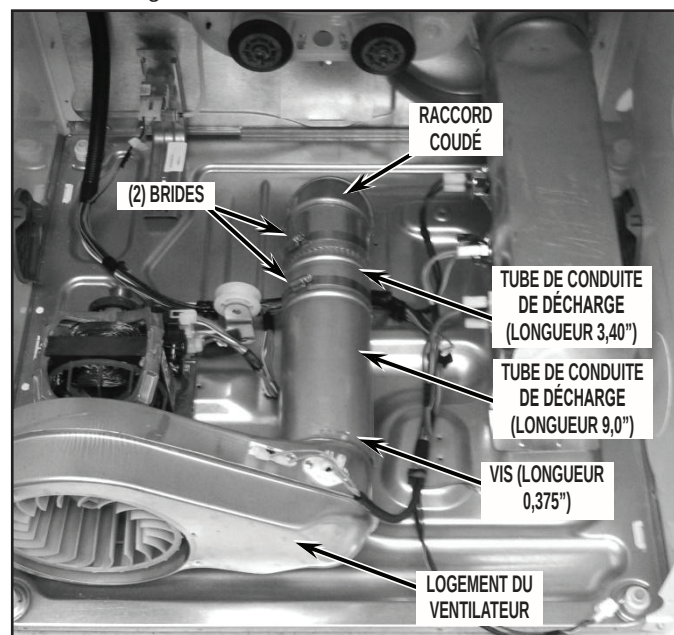

FIGURE 18
7. Raccorder le conduit de décharge de 229 mm (9,0") au logement du ventilateur avec la vis de longueur 3/8" ôtée à l'étape 13 des instructions de démontage de la sècheuse; voir la Figure 18.
9. Raccorder le sous-ensemble précédent au tube de conduit de décharge de longueur 229 mm (9,0") à l'intérieur de la sècheuse – voir la Figure 18.
10. Positionner correctement l'ensemble du circuit de décharge par le bas, puis bien serrer avec les brides; voir la Figure 18.